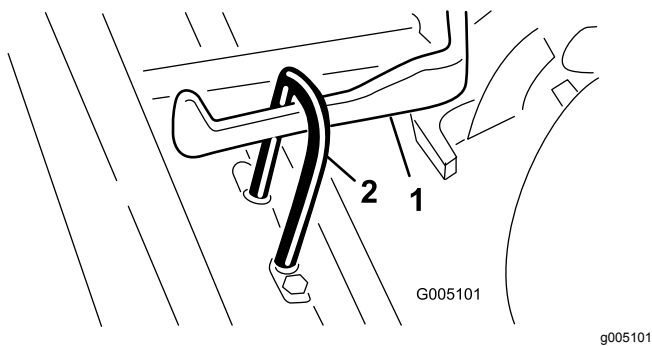

Bild 7
- Schieben Sie die Schneideinheit unter den Zugrahmen, während Sie den Hubhaken am Hubarm einhaken (Bild 7).